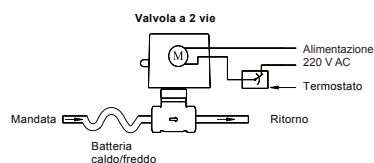

fig. 1
**Valvola a 2 vie** normalmente chiusa: la direzione del flusso è indicata in figura (la valvola chiude contro il flusso dell'acqua) (fig.1).